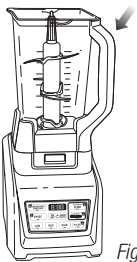
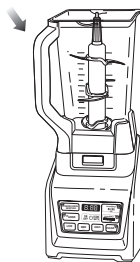

Fig. 4a
Fig. 4b
- 5 On peut placer le pichet sur la base moteur de deux façons; soit avec la poignée au coin avant droit ou au coin avant gauche. **(Fig. 4a, Fig. 4b)**